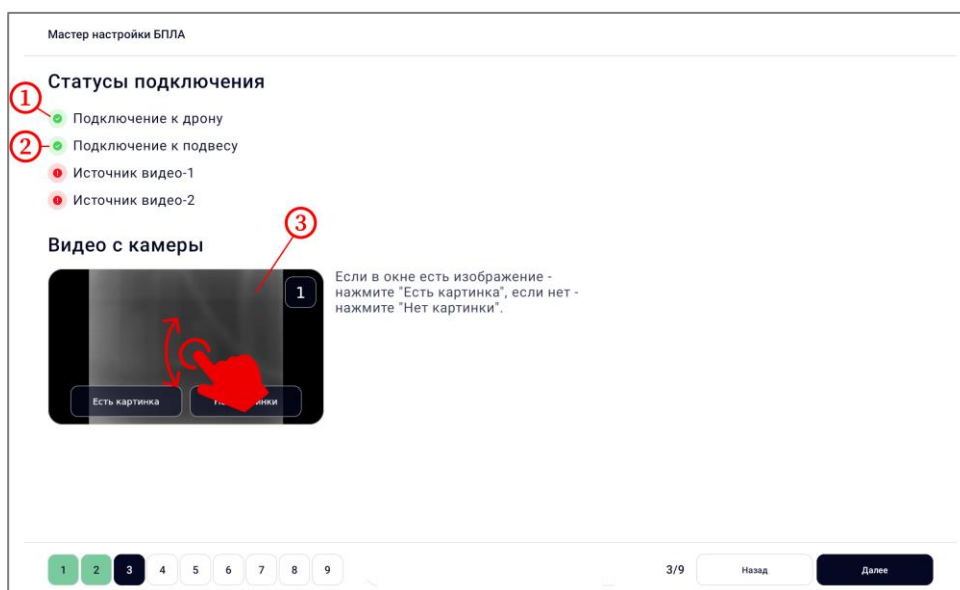

Рисунок 6 – Выполнение шага 3
- убедиться, что подключение к дрону установлено (статус ) (рисунок 6, шаг 1);
- убедиться, что подключение к подвесу установлено (рисунок 6, шаг 2). В случае, если подключение к подвесу не установлено (статус ) – в окне видеопотока (рисунок 6, шаг 3) движением вверх-вниз управлять камерой. При исправной работе подвеса появится статус ;